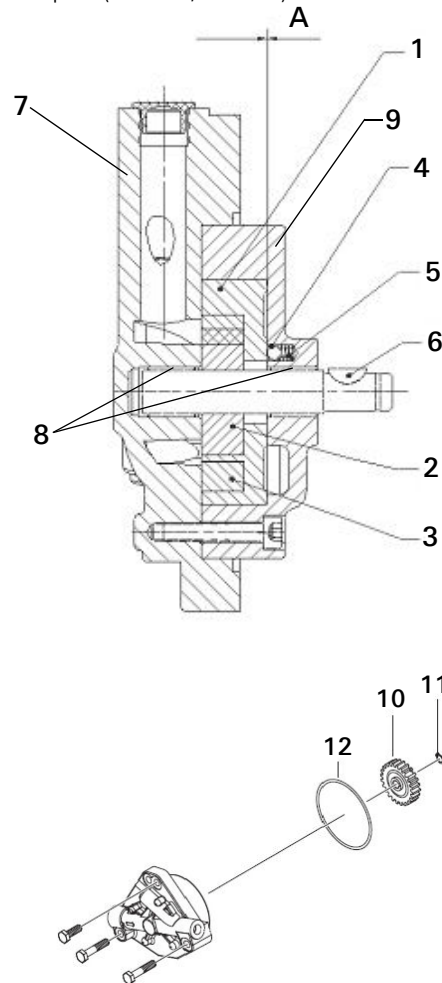

Abb. 81: Aufbau Schleppfahrt-Ölpumpe (Beispiel)
4. O-Ring (12) aufnehmen.
5. Sicherungsring (11) ausfedern.
6. Antriebsritzel (10) abziehen.
7. Passfeder (6) aufnehmen.
8. Befestigungsschrauben am Deckel (9) entfernen und Gehäuse (7) demontieren.
9. Axialspiel A messen (siehe *Abb. 81*).